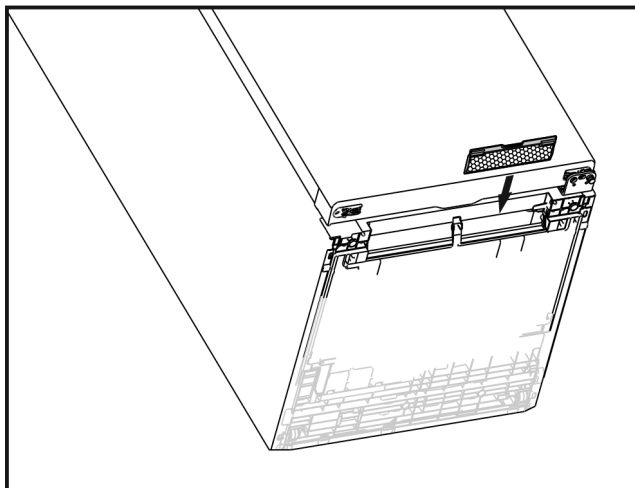

Fig. 5
- Moskitoblende nach Abbildung einschieben (siehe Fig. 5).